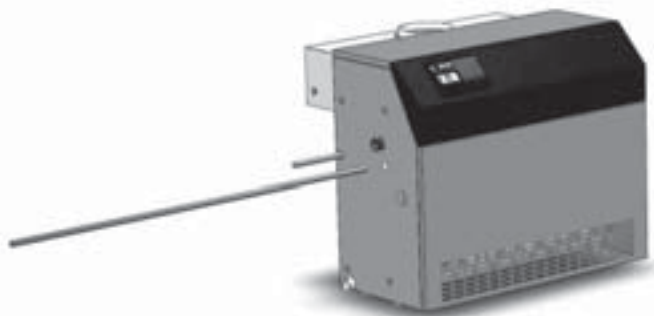

Рис. 5 Подготовка котла Standard, Smart и Intellect к перемещению.
- б) вставить отрезки труб в отверстия, как показано на рис. 5;